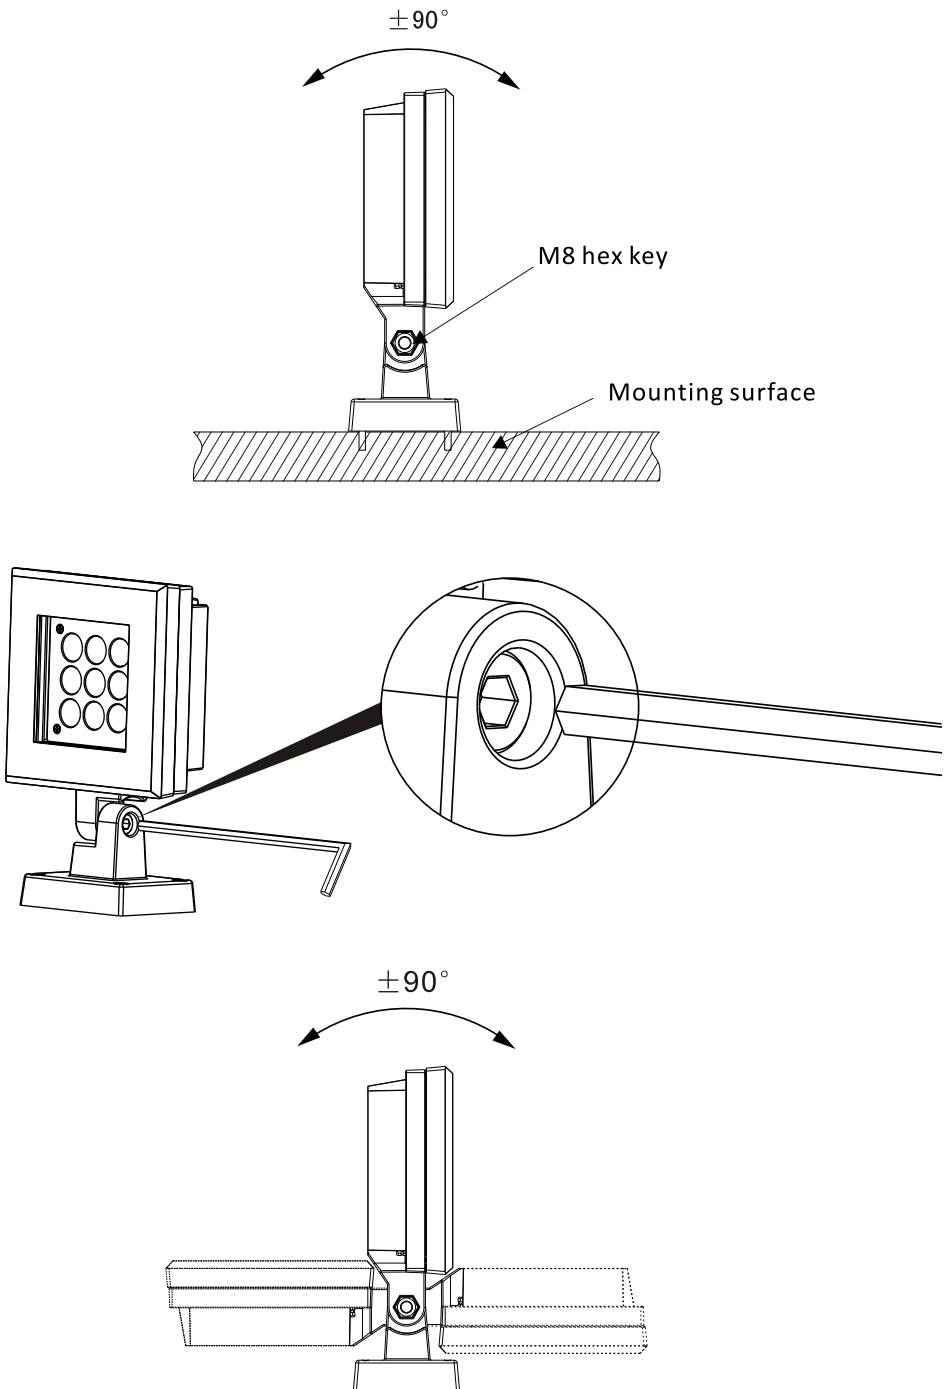

Fig.3
- Per regolare la direzione del fascio luminoso utilizzare una chiave esagonale per allentare il bullone M8 esagonale, regolare la direzione del dispositivo, quindi serrare mediante la chiave esagonale (fig.3).